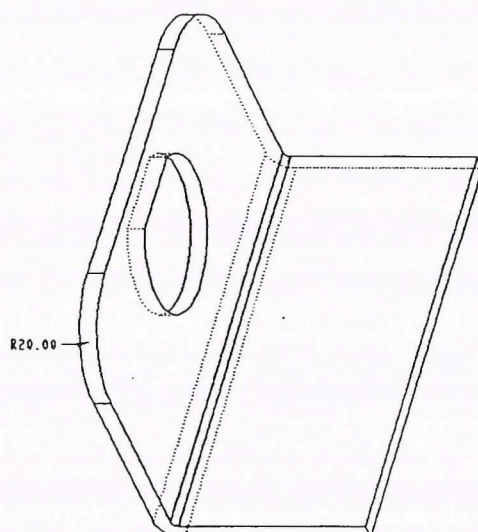

Figure 28-1
3. Choisissez **Arrondi (Round)** et ajoutez un arrondi d'arête simple de rayon 20.0 à la fixation. Voir Figure 28-1.